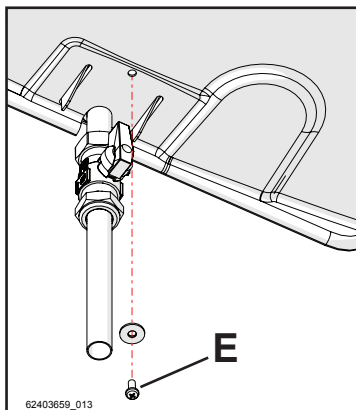

Figure 5-54
- 8.- Bloquer la couverture à l'aide de la vis de serrage « E » spécifique, comme sur la Figure 5-54;
- 1.- Retirer la vis de fixation « E » de la Figure 5-54;